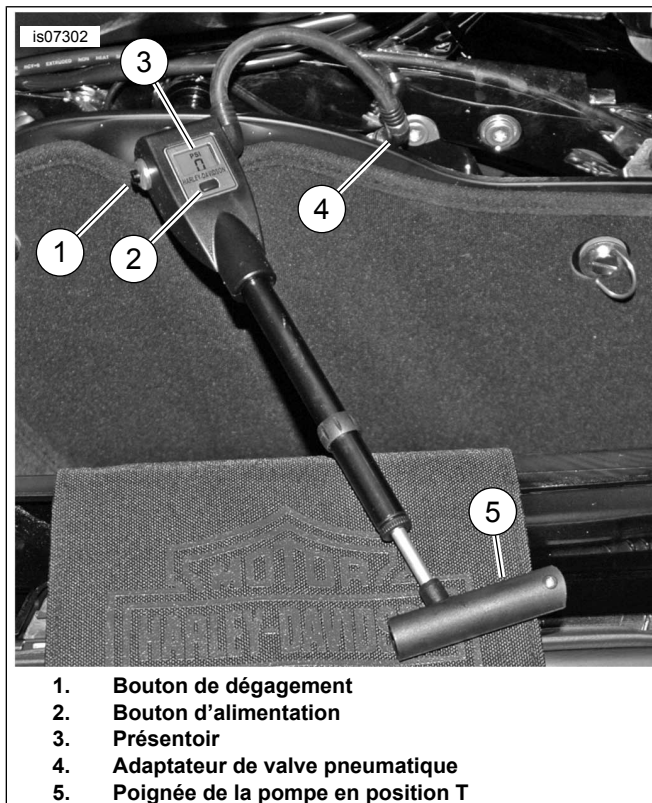

Figure 2. Pompe pneumatique de suspension Touring numérique
- Voir Figure 2. Appuyer sur le bouton d'alimentation (2) pour allumer le présentoir. Appuyer sur le bouton d'alimentation pour éteindre le présentoir.
- La pompe affiche la pression en PSI ou en KPa. Pour passer d'une unité de mesure à une autre, appuyer sur le bouton d'alimentation (2) lorsque le présentoir est allumé et maintenir pendant 5 secondes.
1. Déposer le capuchon de la valve pneumatique de la suspension pneumatique et connecter l'adaptateur de la valve pneumatique de la pompe (4) à la valve pneumatique de la pompe comme illustré dans Figure 2.
2. Appuyer sur le bouton d'alimentation (2) pour allumer le présentoir.
3. Pour augmenter la pression, tirer la poignée (5) de tout son long et la tourner dans la position T. Faire fonctionner la poignée de la pompe pneumatique jusqu'à ce que la pression souhaitée soit indiquée sur le présentoir (3).